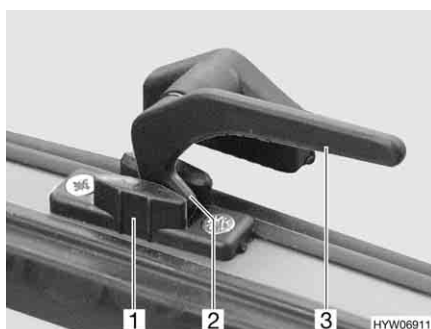

Fig. 19 Leva di serraggio in posizione "Aerazione continua"
- In posizione di "Aerazione continua" (Fig. 19)
- Ruotare la leva di serraggio (Fig. 19,3) di un quarto di giro verso il centro della finestra.
- Ruotare la leva di serraggio di un quarto di giro verso il telaio della finestra. Riportare contemporaneamente il nasello di chiusura (Fig. 19,2) nella rientranza della chiusura della finestra (Fig. 19,1).